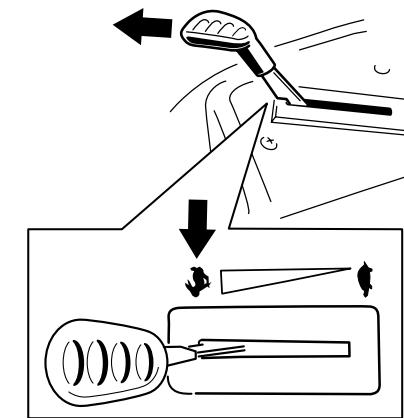

Figura 13
**Nota:** Siempre engrane las cuchillas con el acelerador en la posición de RÁPIDO (Figura 13).